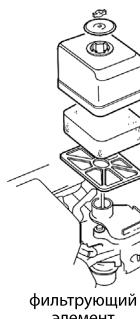

рис. 19
1. Снять крышку фильтра, отвернув гайку (рис. 19), и извлечь фильтрующий элемент.